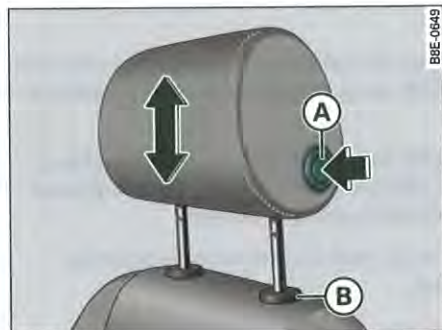

Fig. 94 Sièges avant : appuie-tête
⇒ fig. 94.
- Appuyez sur le bouton (A) ⇒ fig. 94 et réglez l'appuie-tête de sorte que le bord supérieur de l'appuie-tête se trouve *au moins* à hauteur des yeux ou plus haut.